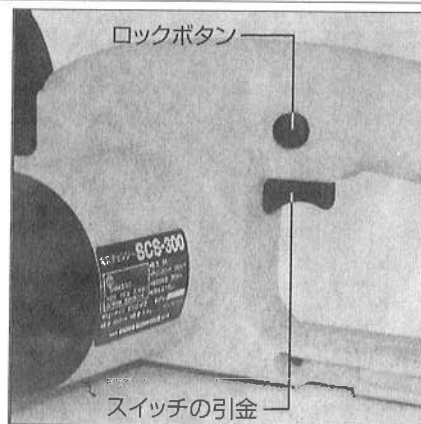

図11
- 本機は安全のため、**ロックボタンを押し込んだ状態でスイッチの引金を引けば入り、離せば切れます。**(図11参照)